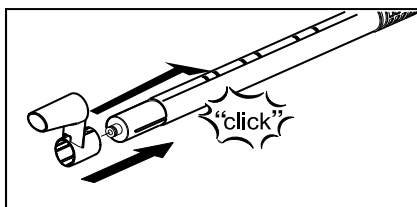

Figura 1
- Împingeți cârligul de parcare (G3), cu butonul de deblocare apăsat, până la al doilea locaș de jos al unei țevi de prelungire (G1). Cârligul de parcare trebuie să se fixeze la eliberarea butonului de deblocare (vezi figura 1).